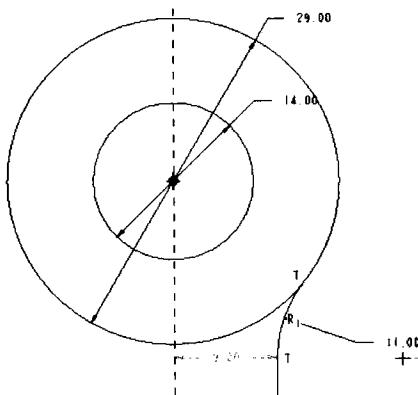

图 1-22 绘制圆角
(8) 单击 按钮并选择直径为 29 的圆和直线为参照，绘制如图 1-22 所示的圆角，圆角半径改为 11。